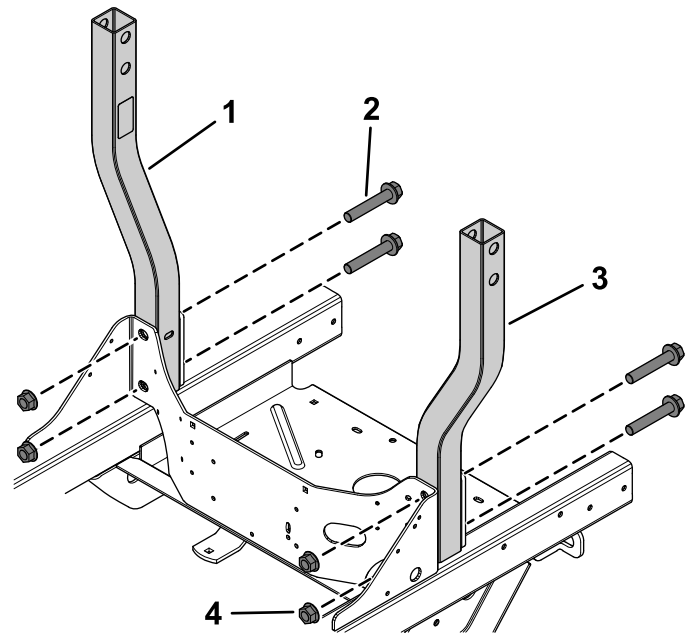

Figure 1
- Fixez légèrement les parties inférieures de l'arceau de sécurité de chaque côté de la tondeuse à l'aide de 2 boulons à embase (5/8" x 3 1/2") et 2 contre-écrous (5/8") (Figure 1).